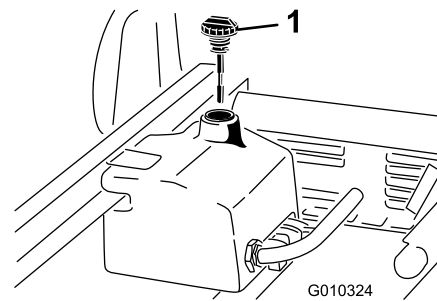

Figure 70
4. Nettoyez la surface autour du goulot et du bouchon de remplissage du réservoir hydraulique (Figure 70).
6. Sortez la jauge (Figure 70) du goulot de remplissage et essuyez-la sur un chiffon propre.